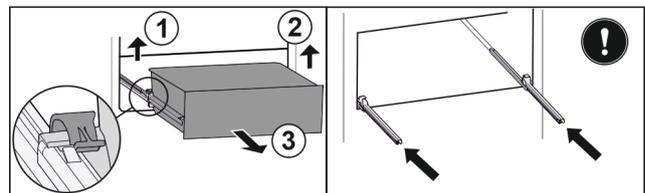

Fig. 43
- ▶ Linke Klemme anheben und gleichzeitig Schubfach links nach vorne ziehen. Fig. 43 (1)
- ▶ Rechte Klemme anheben und gleichzeitig Schubfach rechts nach vorne ziehen. Fig. 43 (2)
- ▶ Schubfach nach vorne entnehmen. Fig. 43 (3)